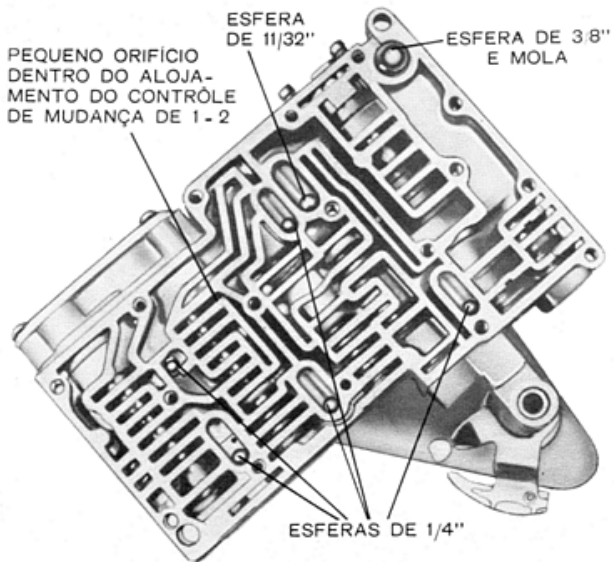

Fig. 37 — Localização das esferas de aço
- Instalar a mola e as sete esferas no corpo de válvulas como mostra a (Fig. 37).